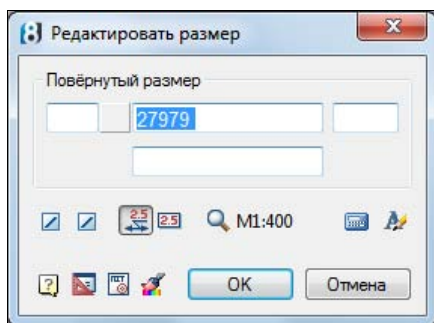

Рис. 3.32. Диалоговое окно редактирования размера
- ◆ **Открывать диалог автоматически** — параметр управляет автоматическим открытием диалогового окна доработки размера (рис. 3.32) после его построения.